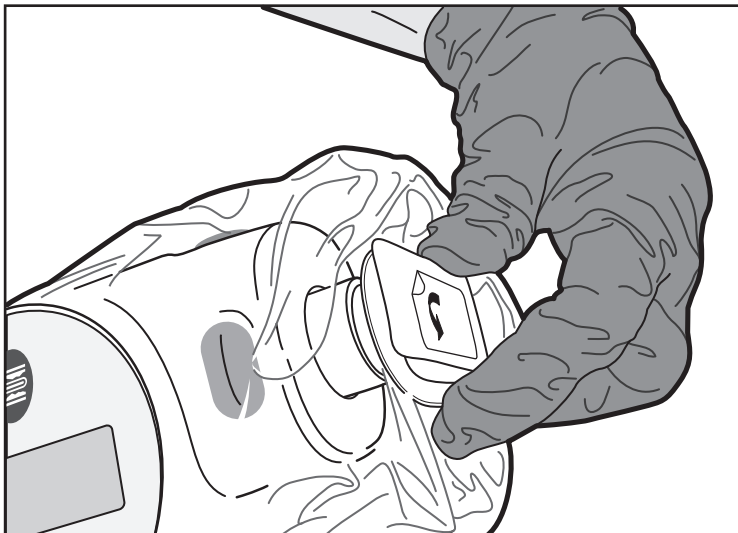
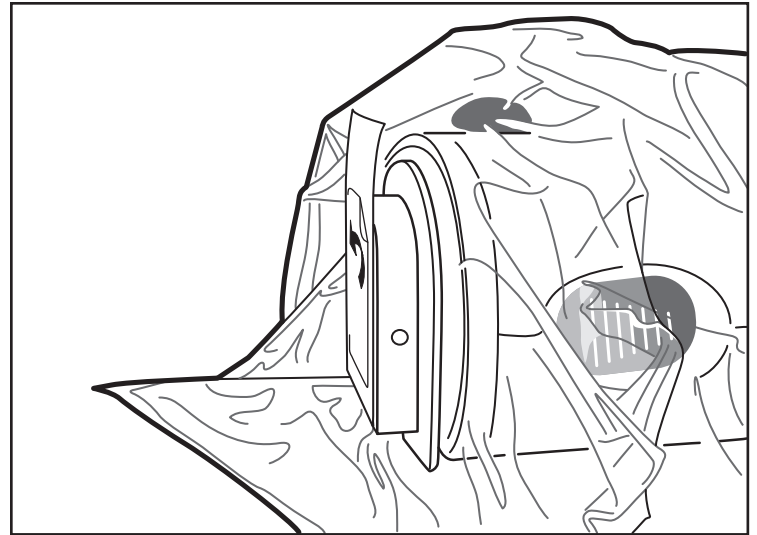

Figura 7. Encaixar a placa dianteira
Figura 8. Placa dianteira encaixada
8. Para encaixar a bolsa na Unidade de Acionamento do Motor MDU5 PLUS, o operador no campo esterilizado deve alinhar a placa dianteira da bolsa com a abertura da Unidade de Acionamento do Motor MDU5 PLUS (Figura 7) e, com cuidado, pressionar para encaixar a ligação. Não prenda qualquer material entre a placa dianteira e a abertura. É normal existir material de bolsa adicional à volta e para além da ligação (Figura 8).